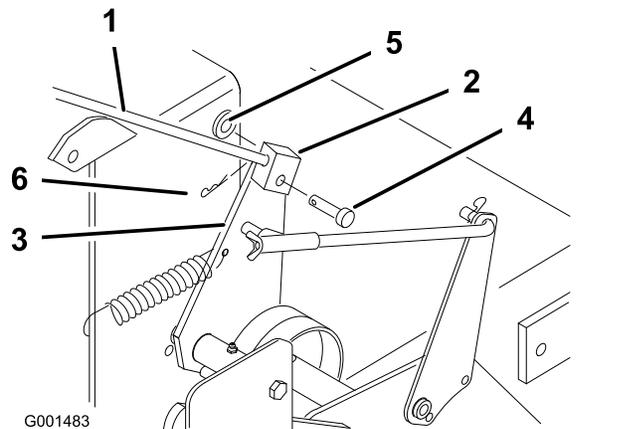

Figura 19
1. Retire la chaveta, la arandela y el pasador que sujetan el acoplamiento de la varilla de control al soporte de la polea tensora (Figura 19).